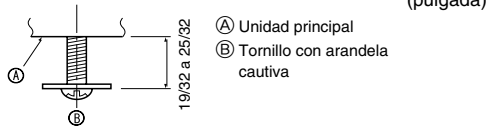

Fig. 9-5
9.4.1. Preparación (Fig. 9-5)
- Instale los dos tornillos con arandelas adjuntos ② en la unidad principal (en el área del tubo de drenaje de uno de los extremos y en el extremo opuesto) tal y como se indica en el diagrama.